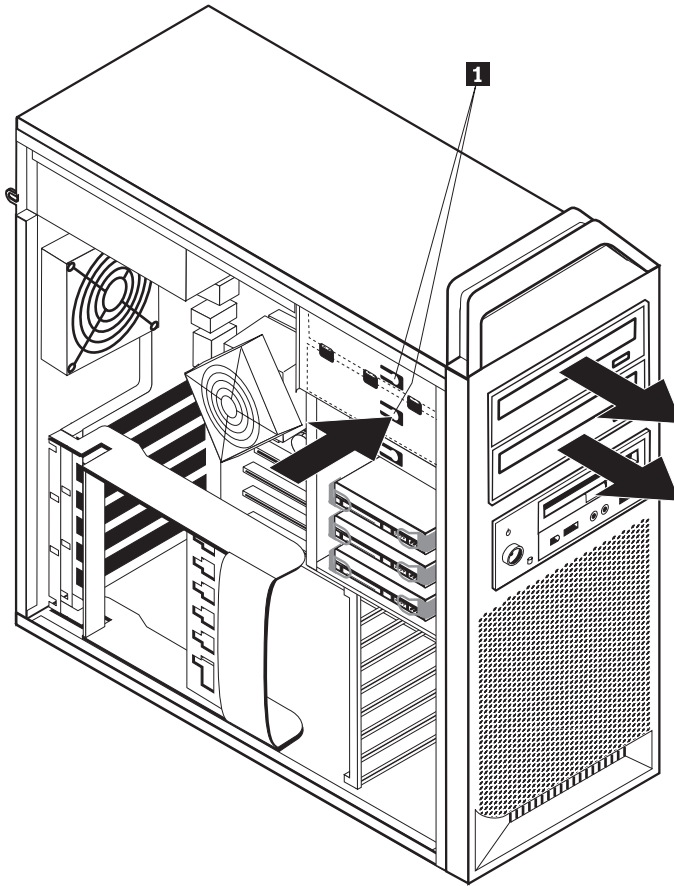

图 21. 卸下软盘驱动器或可选读卡器驱动器
5. 对于要卸下的驱动器，按下驱动器滑锁 **1** 并将光盘驱动器从机架中滑出。请参阅第 34 页的图 21。